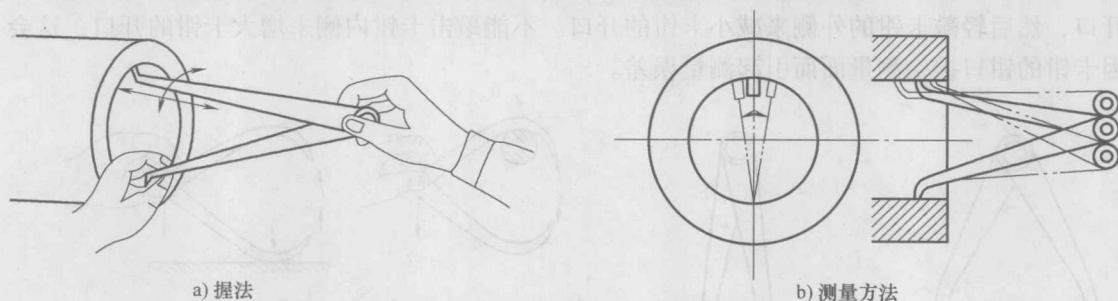

图 1-7 用内卡钳测量内径
(3) 内卡钳 用内卡钳测量内径的方法如图 1-7 所示。用两手将卡脚开至孔径的大约长度, 右手大拇指和食指握住卡钳的铆接部位, 将一个卡脚置于孔口边, 用左手固定, 另一个卡脚置于孔的上口边 (图 1-7a), 并沿孔壁的圆周方向摆动, 摆动的距离约为 $2 \sim 4\text{mm}$ 。当感觉过紧时需减小内卡钳的开度; 反之, 需增大开度, 直到调整适度为止。在圆周方向上测量的同时, 再沿孔的轴向测量, 直至该方向上卡钳的开度为最小 (图 1-7b)。